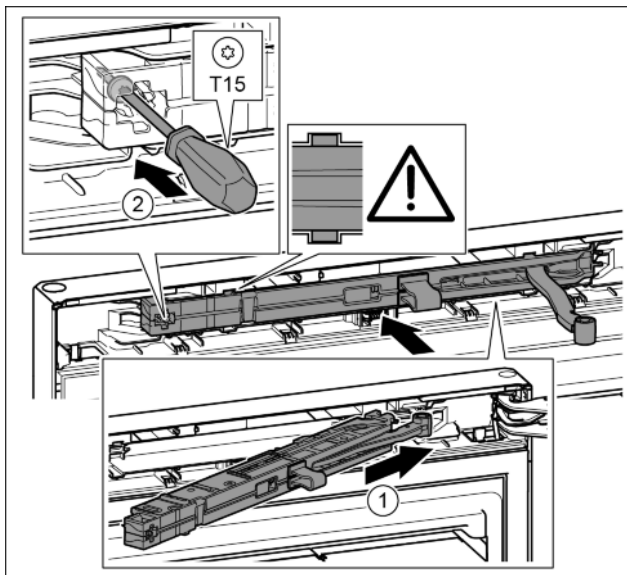

Fig. 24
- ▶ Amortyzator zamykania drzwi po stronie płytki zawiasu wsunąć ukośnie w zagłębienie aż do oporu. Fig. 24 (1)
- ▶ Śrubę przykręcić przy pomocy śrubokręta T15. Fig. 24 (2)